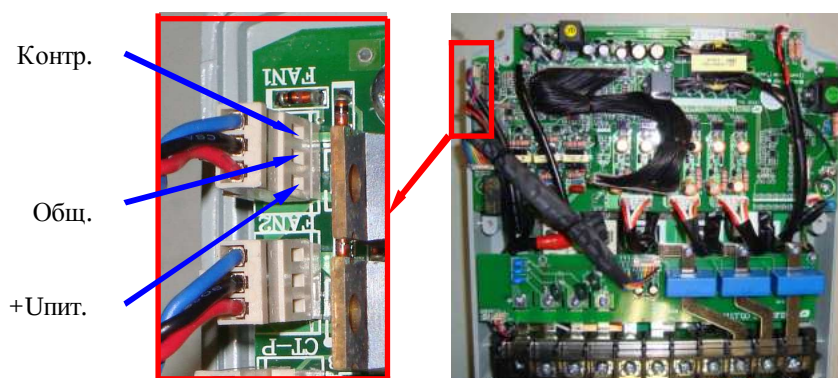

Рис. 4.18.
4.13.3. **Отсоединить** разъем вентилятора от платы драйверов и проверить его вращение, подав напряжение ≈ 24 В от источника питания (п.3.4.2) на разъем вентилятора между контактами +Упит и Общ (рис.4.18). При отсутствии вращения – вентилятор заменить (п. 5.5).
4.13.5. В случае появления сообщения об ошибке «ОН2» поочередно измерить напряжение на разъемах FAN 1, FAN 2 между выводами Общ и Контр. при работающих вентиляторах (рис. 4.18).